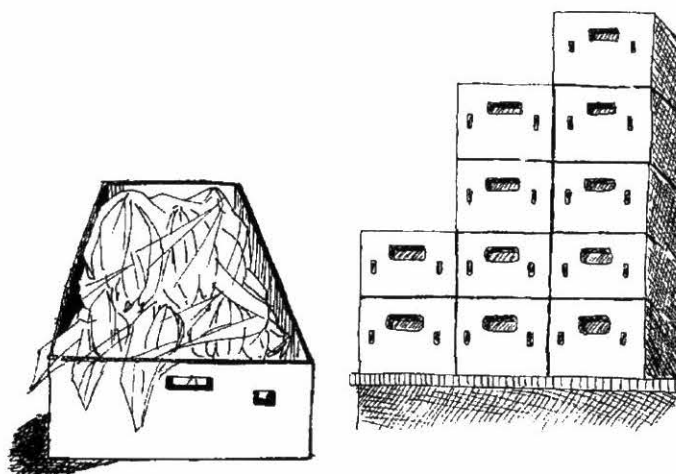

Figura 41. Estibado
7. Coloque (sin tirar) las cajas sobre estibas de madera. Arrume las cajas teniendo en cuenta que no debe apilar más de cinco. (Véase figura 41)